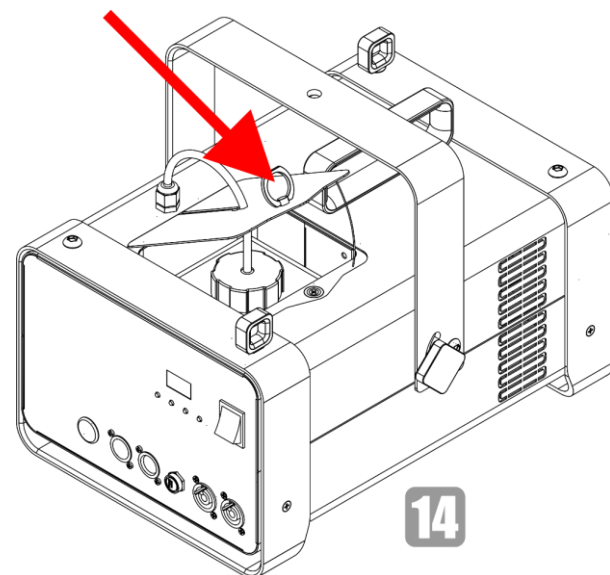

Fig. 20
- 14) Chiudi il coperchio di servizio, come mostrato nella Fig. 20.